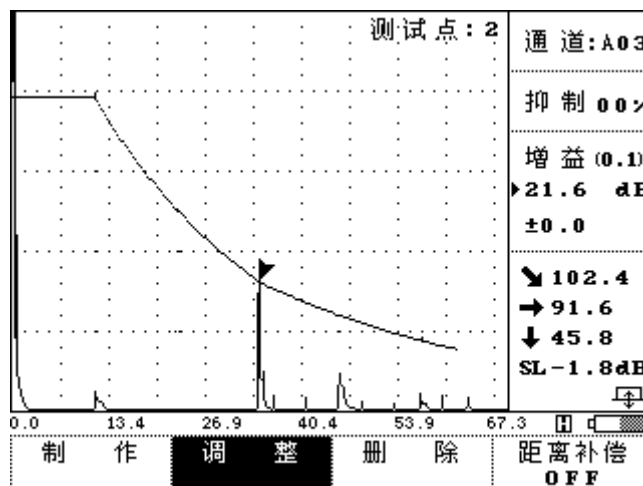

图 3-6-6
- ① 按 **曲线** 键或右转旋钮到 **曲线** 栏单击先进入曲线制作功能菜单，按调整相对应的 **调整** 键或转动旋钮到 **调整** 栏单击进入曲线调整功能，此时该栏反显，同时波幅曲线的第一个测试点上显示一个大三角形。在回波显示区的右上角显示：**测试点：1** 的字样，说明此点被选定为调整点。如图 3-6-6 所示。